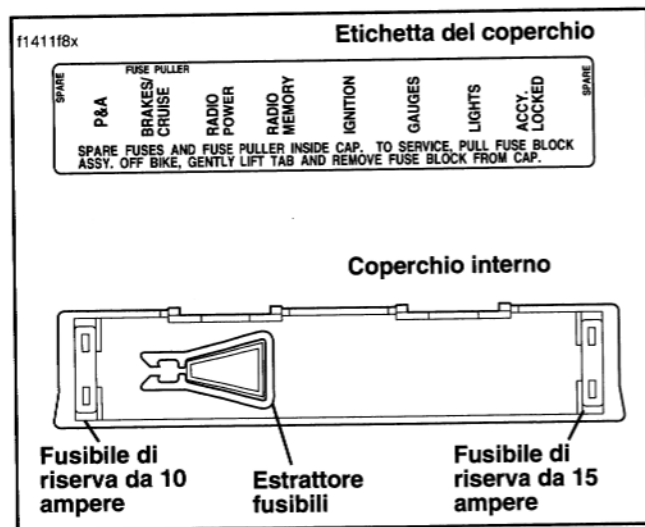

Figura 51. Coperchio dei portafusibili
4. Facendo uso di uno strumento di estrazione nel coperchio dei portafusibili, rimuovere il fusibile ed ispezionare l'elemento. Fare riferimento alla figura 51. Sostituire il fusibile se l'elemento risulta bruciato o rotto. Vengono utilizzati fusibili ATO di tipo per automobile.